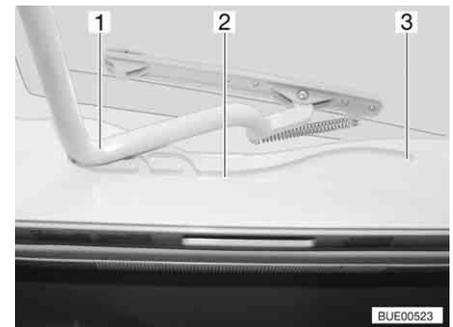

Bild 68 Heki-Dachhaube, Führung
- Den Bügel (Bild 68,1) in den Führungen (Bild 68,2) bis in die hinterste Position (Bild 68,3) ziehen.
- Den Bügel (Bild 68,1) mit beiden Händen leicht nach oben drücken.
- Den Bügel in den Führungen (Bild 68,2) bis zur gewünschten Stellung ziehen.